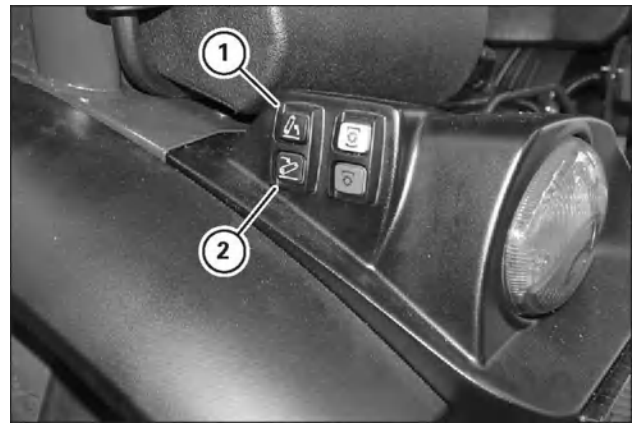

Рис. 5-59
Для использования внешних органов управления достаточно нажать на кнопки, чтобы поднять или опустить подъемные тяги. После этого можно задействовать панель управления навеской с помощью переключателя (1), показанного на рис. 5-59.